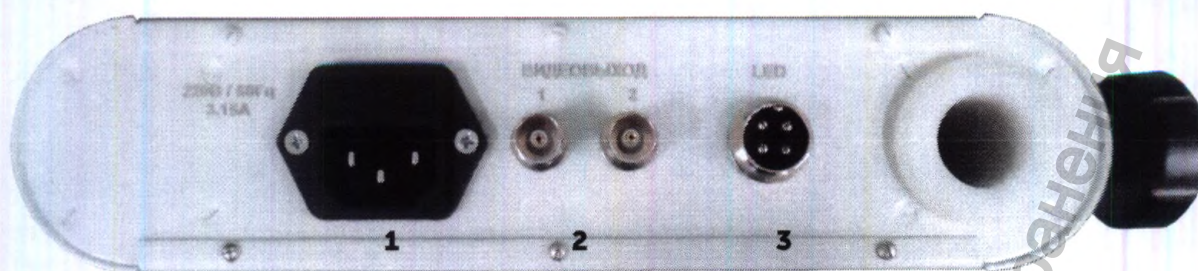

Рис.6
4. При использовании видеокамеры типа «наглазник» воспользуйтесь разъемами 5 и 6 (рис 5) и видеовыходами 1 и 2 (рис.6).